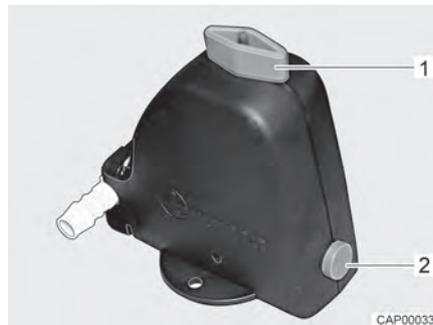
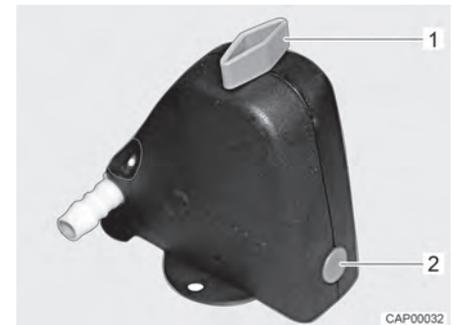

Fig. 137 Valve de sécurité et de vidange ouverte
Fig. 138 Valve de sécurité et de vidange fermée
- Fermer la valve de sécurité et de vidange. Tourner pour cela le bouton rotatif (Fig. 137,1) dans le sens transversal par rapport à la valve de sécurité et de vidange et enfoncer le bouton-poussoir (Fig. 137,2). La valve de sécurité et de vidange fermée est représentée à la Fig. 138. Lorsque la température descend en dessous de 6 °C, la valve de sécurité et de vidange ne peut pas être fermée.